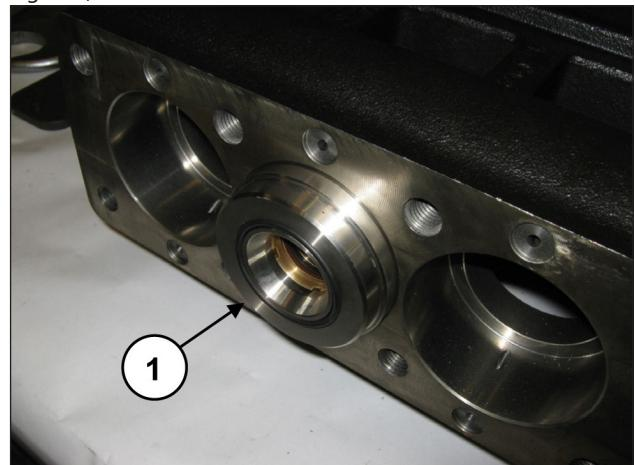

Fig. 169
tourner l'arbre pour faire avancer le guide du piston de sorte que le tampon, en avançant à son tour, puisse chasser le support des joints et le groupe piston complet (rep. ①, Fig. 169).